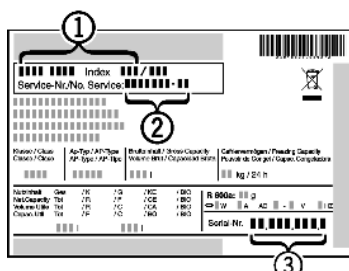

Fig. 4
- ▶ Označení přístroje Fig. 4 (1), servisní číslo Fig. 4 (2) a sériové číslo Fig. 4 (3) naleznete na typovém štítku. Identifikační typový štítek je umístěn na levé vnitřní stěně přístroje.
- ▶ Informujte zákaznický servis a sdělte poruchu, označení přístroje Fig. 4 (1), servisní číslo Fig. 4 (2) a sériové číslo Fig. 4 (3).